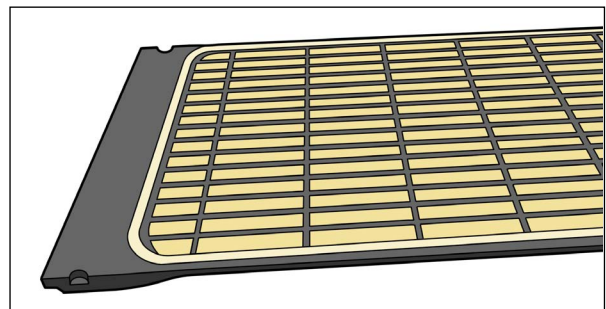

Fig. 2
4. Placer plusieurs morceaux de bande le long du bord afin de coller le liner à la surface du DoseMax (Fig. 2).